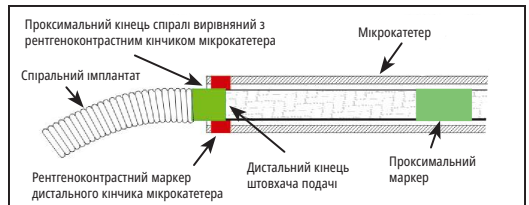

Рисунок 4 — Розташування маркерних смужок для від'єднання
28. Просувайте спіраль у потрібне місце, доки рентгеноконтрастний маркер на штовхачі подачі не буде вирівняний або трохи зміщений в дистальному напрямку від дистального рентгеноконтрастного маркера кінчика мікрокатетера, розташовуючи зону від'єднання безпосередньо за кінчиком мікрокатетера. Див. Рисунок 4.